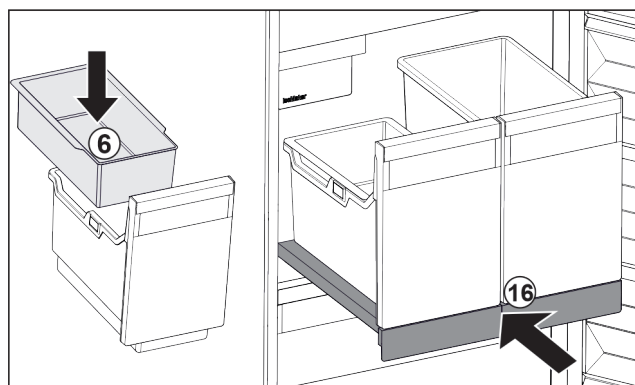

Fig. 124
- ▶ 安装冰块挂盘 Fig. 124 (6)。
- ▶ 将带有容器 (IceTower) 的拉出式搁板推入。 Fig. 124 (16)